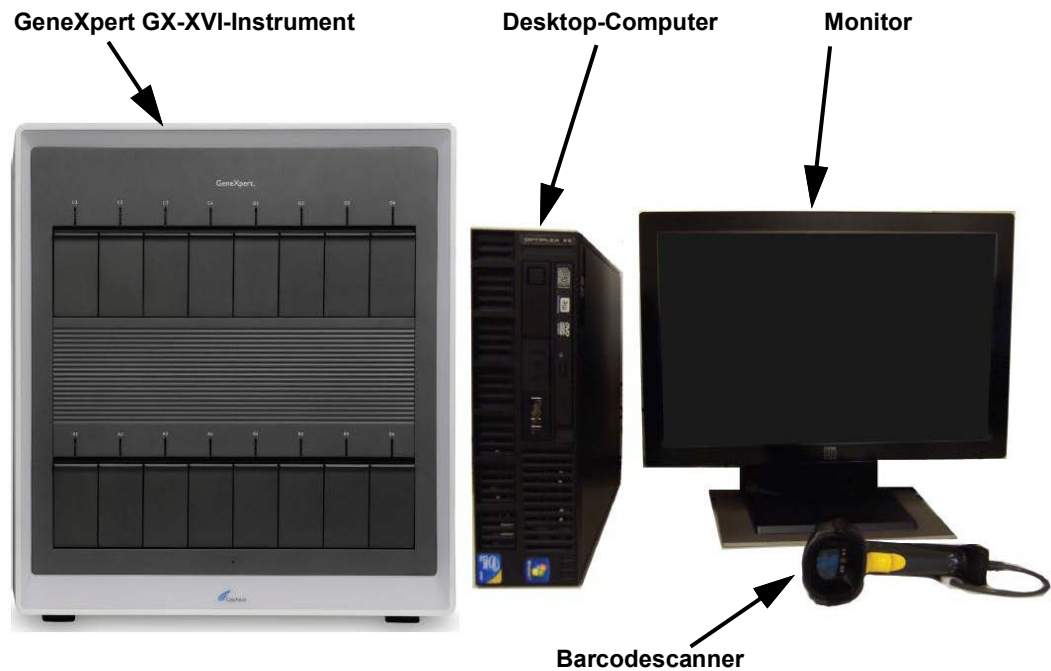

Abbildung 1-9. Hardware-Komponenten des GeneXpert GX-XVI-Systems (mit Desktop-Computer)
- GeneXpert Instrument bezieht sich nur auf die zur Bearbeitung der Proben verwendeten Komponenten. Siehe Abbildung 1-2, Abbildung 1-3, Abbildung 1-4, Abbildung 1-5, Abbildung 1-6, Abbildung 1-7, Abbildung 1-8 und Abbildung 1-9 für Beispiele von GeneXpert-Instrumenten.